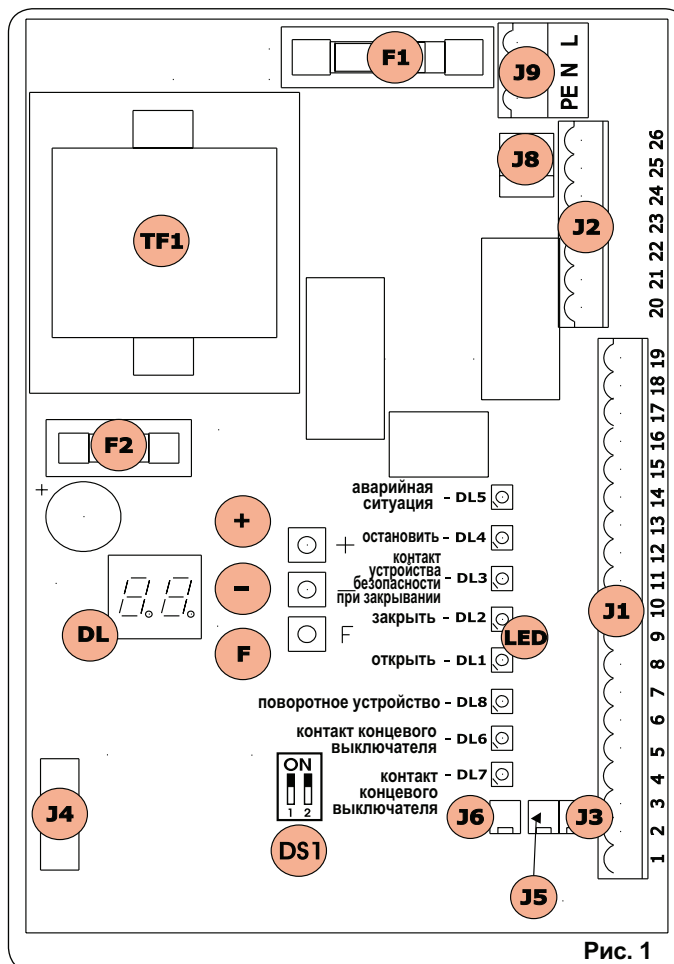

Рис. 1
**4.9. СЕЛЕКТОР ЧАСТОТЫ DS1 (РИС. 1)**